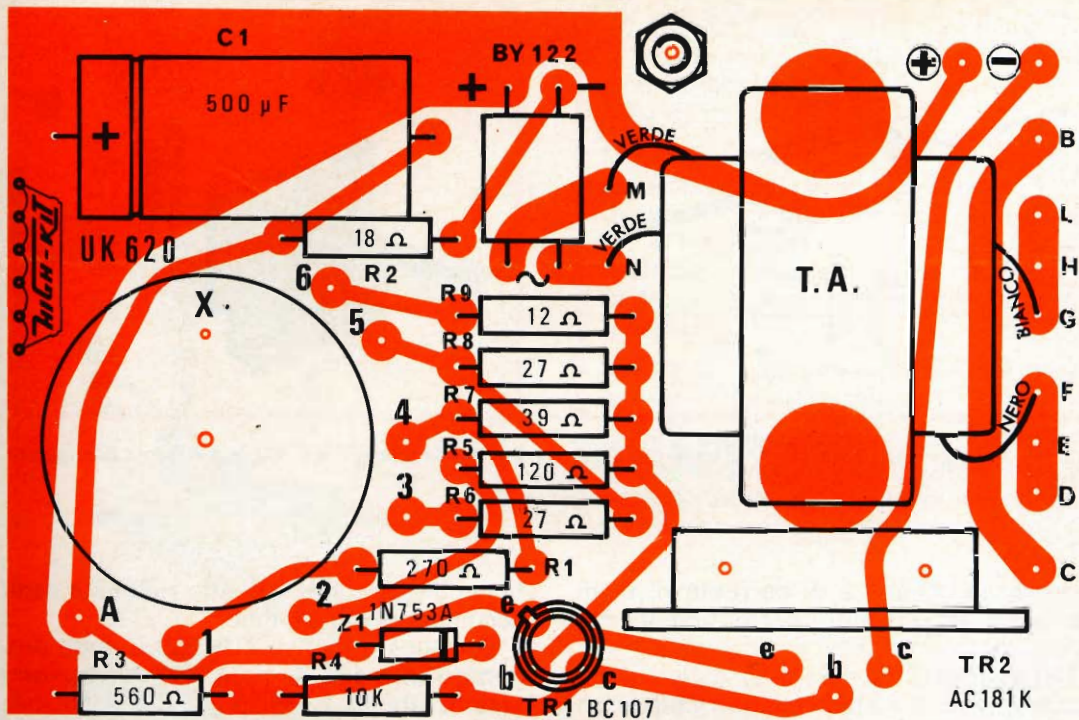
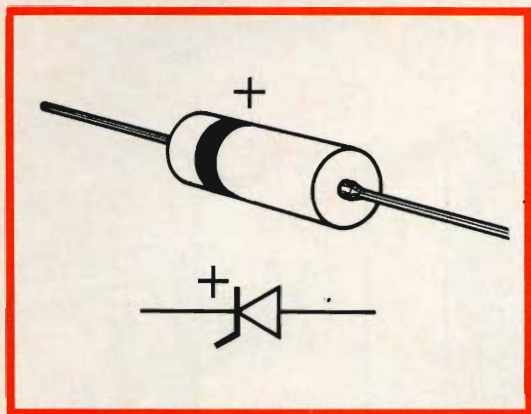

Fig. 2 - Serigrafia del circuito stampato.
Fig. 4 - Aspetto del diodo zener e polarità dello stesso.
Infatti, grazie alla immancabile vista serigrafica della disposizione dei componenti sulla parte non ramata della basetta a circuito stampato, riportata in fig. 2 tutta l'operazione di cablaggio può essere realizzata in modo molto semplice.
- Montare il diodo BY122 in modo che le diciture sul corpo dello stesso risultino come indica sia la fig. 2 che la foto di fig. 3.
- Montare lo zoccolino porta transistori di TR1 quindi il diodo Zener Z1 del quale, per evitare errori di collegamento, la fig. 4, così come la fig. 2, ne indica la polarità facilmente deducibile dalla fascetta bianca posta sul corpo dello stesso.
- Montare TR2 fissandolo in primo luogo come è indicato in fig. 5 mantenendo il lato del terminale della base verso il dado. Quindi applicare il tutto alla basetta tramite due viti 3MA x 8 e controllando che i terminali del transistor stesso siano inseriti nei rispettivi fori come riportato dalla fig. 2.